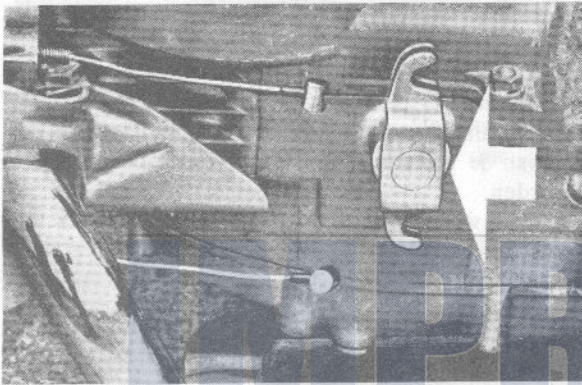

Fig. 7
- De schakelkabels uit laten hangen. De stelbouten geheel in draaien. Nippel aan het eind van de schakelkabel uit de gleuf van de schakelbal losnemen, Fig. 7.